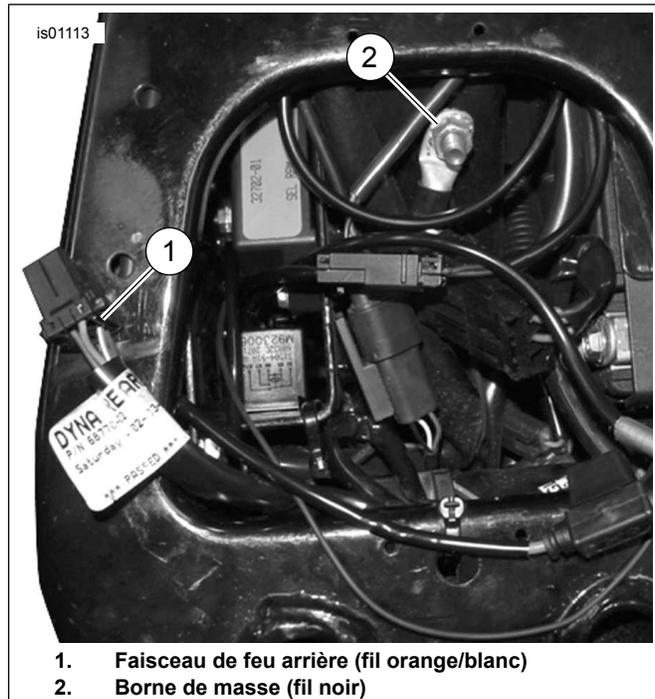

Figure 1. Connexions d'alimentation et de masse (modèles Dyna)
- Voir Figure 1. Couper le fil noir sur le faisceau de fils du récepteur satellite pour atteindre facilement l'emplacement de la masse et sertir la borne circulaire à l'extrémité du fil selon les instructions du sertisseur Packard dans l'annexe du manuel d'entretien.
2. Voir Figure 1. Couper avec soin pour ouvrir une partie de la gaine du faisceau principal à l'intérieur du couvercle latéral pour qu'il soit accessible, et couper un conducteur d'alimentation orange/blanc du faisceau principal.